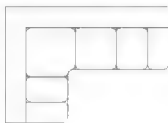

图 7-135
**步骤 5:** 使用圆角工具 $\text{F}$ , 圆角的修剪方式设置为“不修剪”, 圆角半径为 50, 对图形进行修剪处理, 如图 7-135 所示。